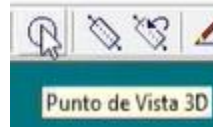

Figura 479. Punto de vista 3D.
49. En el menú superior, activar el botón “Punto de vista 3D”. Figura 479.